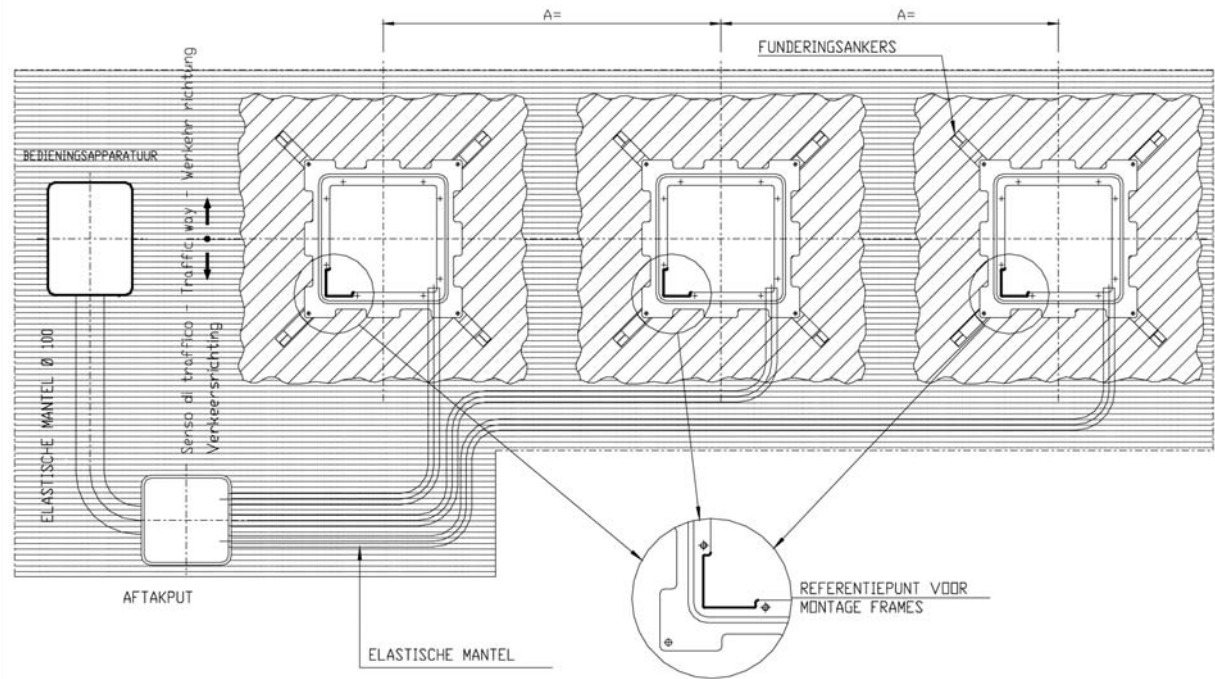

Fig. 5
- 8) Plaats de leidingen die nodig zijn voor de verbinding tussen het bedieningsstation en de eventuele extra apparaten (b.v. verkeerslichten - inductieve lussen - pasjeslezers - enz.) en andere, eventueel aanwezige verkeerspalen, bereid de elektrische aansluiting en de aarding voor (fig. 5).